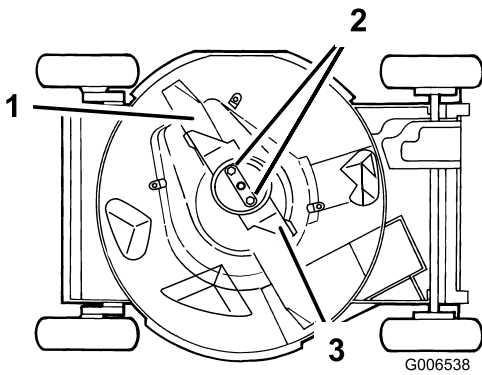

Figura 31
4. Vuelque el cortacésped hacia su lado **izquierdo** (limpiador de aire hacia arriba)(Figura 31).